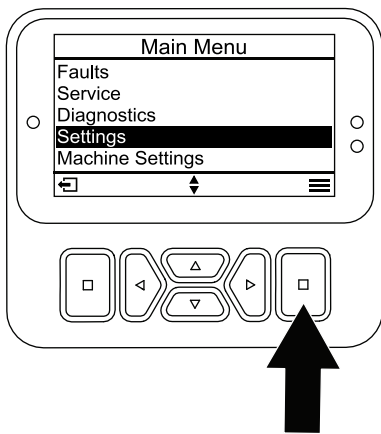

Figure 26
1. Depuis le MENU PRINCIPAL, naviguez jusqu'au menu RÉGLAGES et appuyez sur le bouton de sélection (Figure 26).